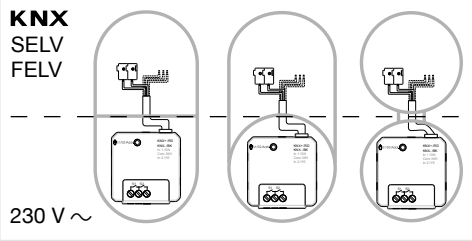

Figura 2: installazione con punto di collegamento separato
**Non alloggiare i morsetti di bus/periferiche e di tensione di rete in un unico punto di collegamento. Utilizzare una scatola da incasso con una parete di separazione fissa o scatole separate (figura 2).**